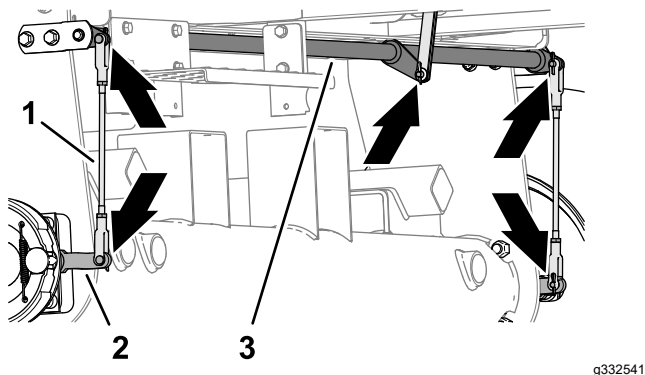

Figura 84
1. Verifique se existem danos e desgaste nos conjuntos da barra dos travões esquerdo e direito (Figura 84).
2. Verifique o veio da articulação dos travões (Figura 84) em relação a danos e desgaste.